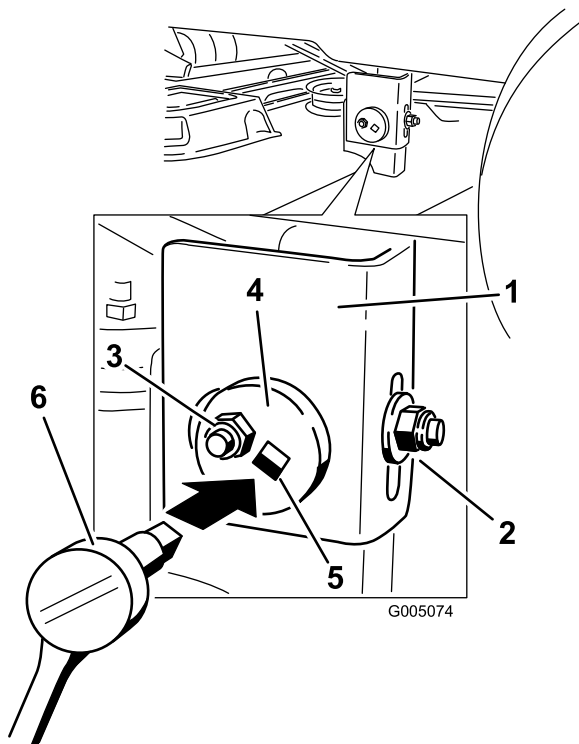

Figure 52
6. Passez au côté gauche de la machine. Desserrez sans le retirer, l'écrou de blocage arrière sur le support (Figure 52).
7. Desserrez l'écrou de blocage latéral sur le support jusqu'à ce qu'il soit possible d'ajuster la plaque excentrique (Figure 52). Utilisez une clé à douille munie d'une rallonge de 3/8 pouce pour manipuler la plaque excentrique. Utilisez une clé pour repositionner le tablier de coupe à la hauteur voulue et réglez-le pour que les mesures effectuées à l'opération 5 soient respectées à 5 mm (3/16 po) près.
8. Arrêtez le tablier de coupe et vérifiez sa hauteur, puis serrez l'écrou de blocage latéral sur le support pour fixer cette nouvelle position (Figure 52). Serrez l'écrou de blocage arrière sur le support.